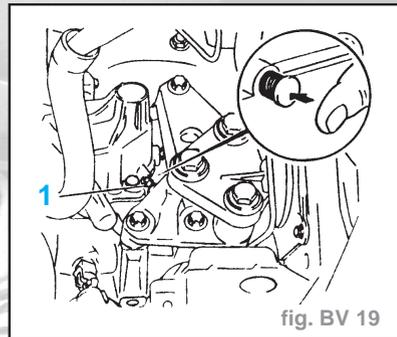

fig. BV 19
- Enclencher la goupille de blocage (1) dans l'orifice de réglage dans le couvercle de sélection en faisant tourner le levier de vitesses vers la gauche (en direction de la 3ème vitesse) (fig BV. 19).